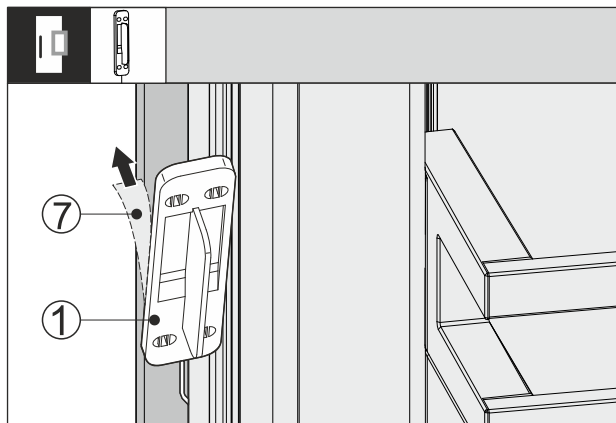

Fig. 65
- Stáhněte ochrannou fólii Fig. 65 (7) na zadní straně senzoru klepání Fig. 65 (1).